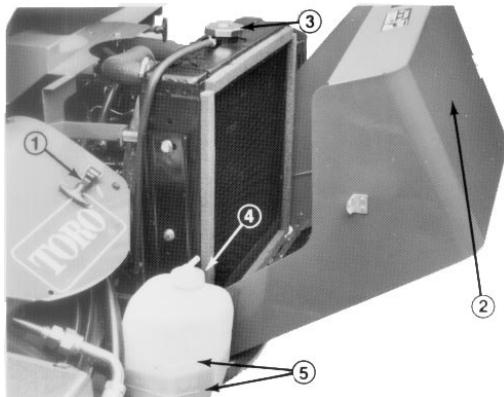

Abbildung 1
3. Sollte der Ölstand zu niedrig sein, die Kappe des Öleinfüllstutzens oben am Motor abschrauben (Abb. 1). Eine kleine Menge qualitativ hochwertiges, waschaktives Öl vom Typ SAE 30 or 10W-einfüllen, das der Norm CD des American Petroleum Institute—API entspricht und den Ölstand erneut messen. Solange fortfahren, bis der Ölstand die FULL (VOLL) Markierung am Meßstab erreicht hat. Nicht zuviel Öl einfüllen.